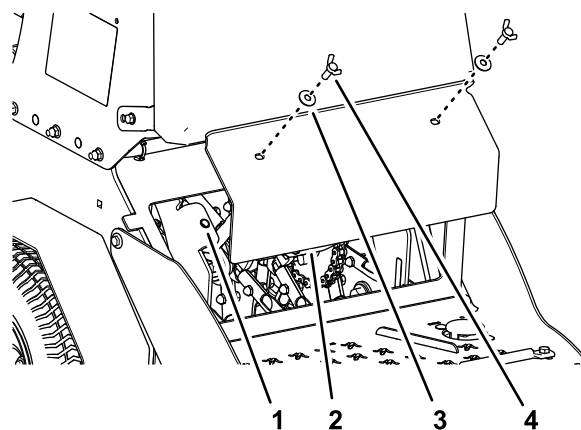

Figura 58
3. Retire los 2 tornillos de mariposa ($\frac{3}{8}$ " x 1") y las 2 arandelas ($\frac{3}{8}$ ") que sujetan el panel de la cubierta trasera al chasis, y retire el panel (Figura 58).
6. Alinee los orificios del panel de la cubierta trasera con los orificios del chasis (Figura 58).
7. Sujete el panel de la cubierta al chasis con los 2 tornillos de orejeta y las 2 arandelas (Figura 58) que retiró en el paso 3, y apriete los pernos a 37-45 N·m (27-33 pulgadas-libra).